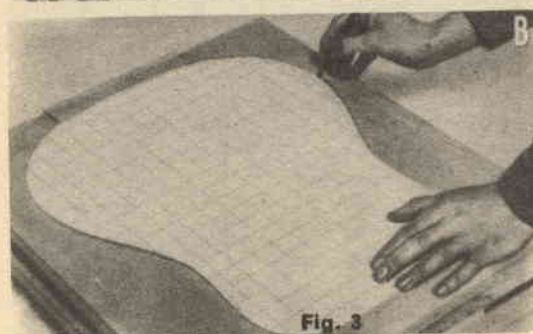

Fig. 3
B) Tracciare il contorno della chitarra sulla forma incollata (fig. 3), effettuare un primo taglio esterno a 4 cm dal contorno, indi eseguire un taglio d'ingresso nel mezzo del fondo della sagoma ed effettuare un secondo taglio, alla distanza di 4 cm, nell'interno della sagoma stessa. Un terzo taglio va eseguito seguendo esattamente la linea della sagoma.